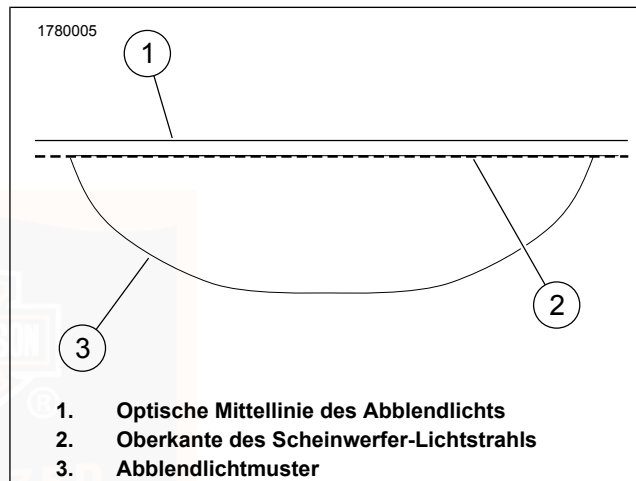

Abbildung 116. Ausrichtung des Scheinwerferabblendlichts
2. Siehe Abbildung 116. Den Einsteller im oder gegen den Uhrzeigersinn drehen, um den Lichtstrahl (3) einzustellen, bis die Oberkante des Lichtstrahls auf die horizontale Linie (2) trifft.